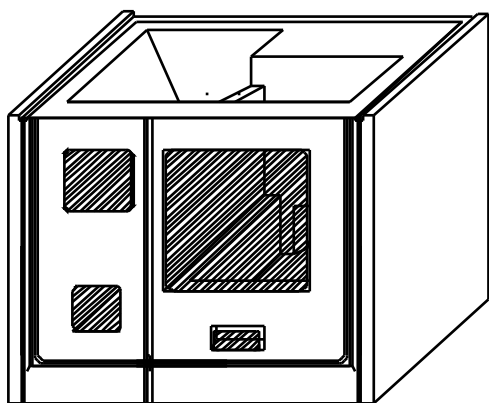

Fig.1
A obra de alvenaria é definida pelas medidas da frente da cozinha que escolheu. Deverá pois, adaptar as dimensões da obra a realizar de acordo com as aberturas da frente (fig. 1).
1.- Desmontar as barras de fixação lateral esquerda e direita (2-fig.1), soltando os parafusos de fixação (1, 3, 5 e 6-fig.1)
2.- Desmontar a parte inferior, soltando os parafusos de fixação (4-fig.1)
3.- Substituir a parte inferior da frente de 85 cm (7-fig.1) pela de 75 cm (5-fig.2).